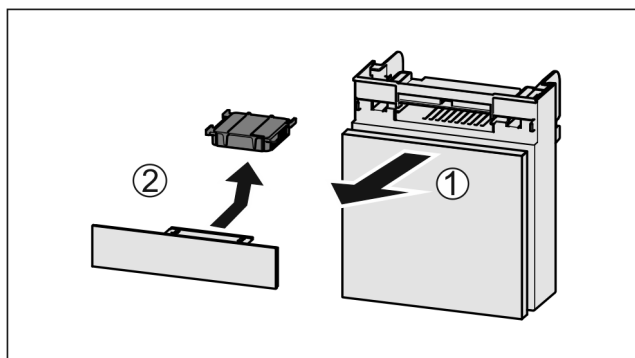

Fig. 200
- Lade vanaf de voorkant eruit trekken Fig. 200 (1).
- Actiefkoolfilter verwijderen Fig. 200 (2).